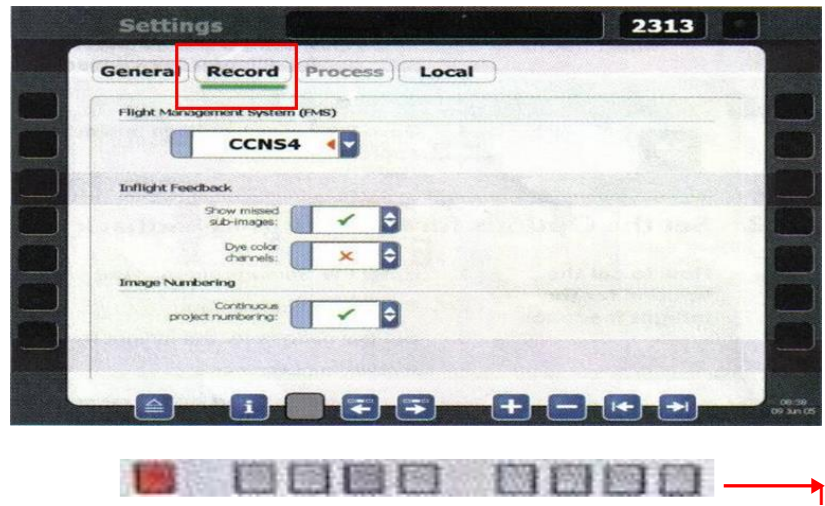
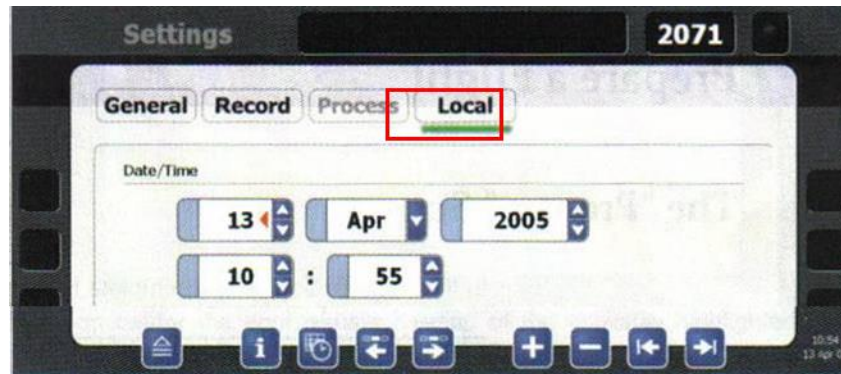

Figura 14. Pestaña "settings/Record"
Figura 15. Pestaña "Settings/Local"
4. Presione en el panel de interfase (IP) el botón . Ingrese al campo velocidad (SPD) en el tabulador General y verifique que las unidades de velocidad correspondan al valor de Nudos (Kts).
5. Presione en el panel de interfase (IP) el botón . Ingrese al campo intervalo de tiempo interno en el tabulador General y verifique que el intervalo de tiempo corresponda a un segundo.
6. Presione en el panel de interfase (IP) el botón  y cambie al siguiente tabulador. Se despliega el tabulador Record de la ventana Settings, desde el cual puede configurar: Figura 14. El sistema de administración de vuelo (FMS). Las opciones de reacción en vuelo y, El tipo de numeración de las imágenes que se capturarán.
7. Establezca los valores de configuración en el tabulador Record, de acuerdo con los valores disponibles para los campos, ver Figura 14 y Tabla 13.
8. Presione en el panel de interfase (IP) el botón . Ingrese al campo flight management system (FMS) en el tabulador Record y verifique que el valor de éste corresponda al CCNS-4. Figura 14.
9. Presione en el panel de interfase (IP) el botón . Ingrese a los campos en el tabulador Record y verifique que se encuentren activos:
10. Presione en el panel de interfase (IP) el botón  y cambie al siguiente tabulador. Se despliega el tabulador Local de la ventana Settings, en el cual se configura el marco temporal de desarrollo de vuelo, Figura 15.